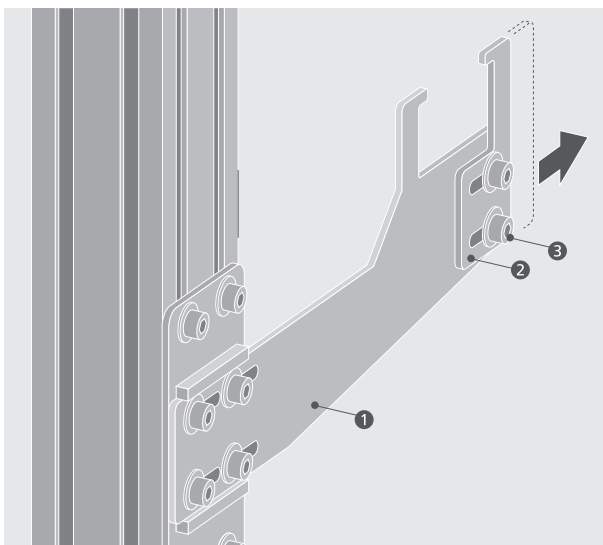

Abbildung 5.5.1
Auf Wendelauslegern (1) werden die Kanäle mit Klemmen (2) befestigt. Schraubensets sind im Lieferumfang enthalten. Kanalmontage immer von unten beginnen und an den bereits montierten Einlauf oder Auslauf anschließen. (Abb. 5.5.1)
- Zylinderkopfschrauben (3) der Klemmen (2) lösen und Klemme nach außen schieben. (Abb. 5.5.1)